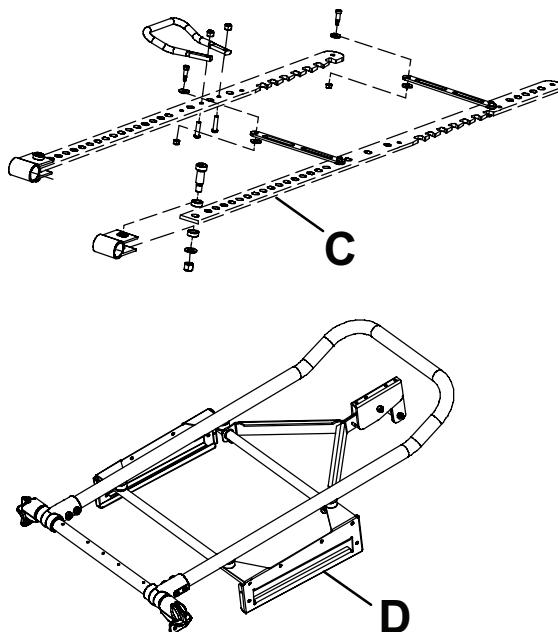

Abbildung 26 – Höhenverstellungsschienen und Schiebeplatten
4. Tri-Flow™ auf die rechte und linke Höhenverstellungsschiene auftragen (C) (Abbildung 26). Auf eine gleichmäßige Applikation achten.
5. Tri-Flow™ auf die rechte und linke Schiebeplatte (D) auftragen (Abbildung 26). Auf eine gleichmäßige Applikation achten.